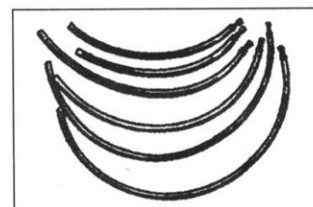
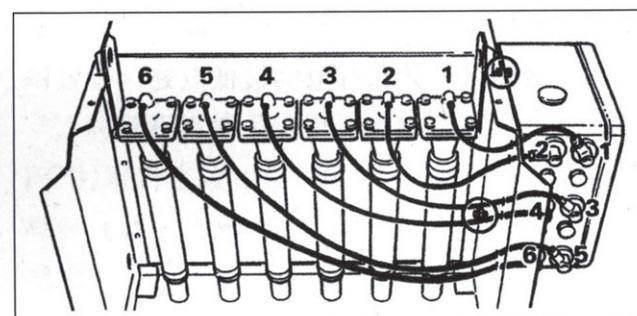

图12、准备连接的软管
图13、压缩空气连接
- 13、按图13中画圈所示的地方，用顶部两个螺栓和螺母，将控制器临时挂在最方便操作之一侧，此时，控制器可稍许自由摆动（见第15条中的说明）。
- 14、注意图13中连接控制器电磁阀及于集气箱下面的隔膜阀之软管，应切割到适当的长度，并按图12所示，在每根管子的一端安装一个螺母和压环。
- 15、按图13所示之顺序，将管子与控制器下面的电磁阀相连，另一端穿过除尘器机体侧板上相应（如受空间限制，控制器可稍移向外一点，令连接更容易）。
打开控制器的盖板，拧开面板上的四个固定螺钉，卸下顶板组件，将信号线与底电路板(Lower PCB)组件及PVC管与隔板件脱开。将电源连接到J5接线柱上（见图12）。应保证接线端被完全推入固定夹中。使用AC型时，应确保电压调节插(附上的)，插在适当的电压挡上。对于105~120V来说，应在标有110的位置使用两个插；对于200~240V来说，应在标有240的位置使用1个插，那就不须要第2个插了。于出厂时，控制器已预设200~240V挡上，而第2个插将另外附上作备用。